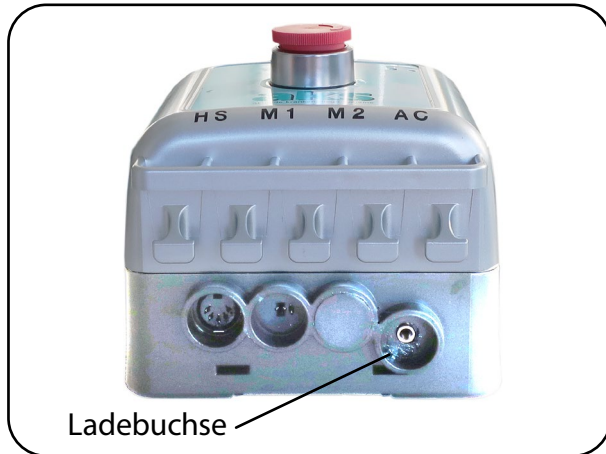
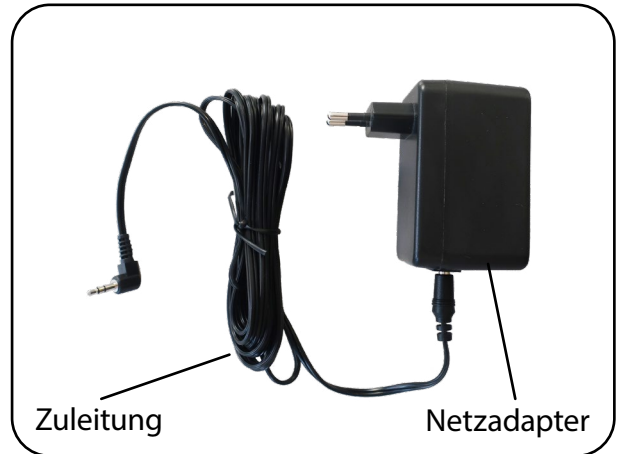

Abb. 8.7.05 – Unterseite der Steuereinheit
Abb. 8.7.06 – Netzadapter mit Zuleitung
Das Akkupack kann ausschließlich mit dem mitgelieferten Netzadapter (Abb. 8.7.06) entweder direkt auf der Steuereinheit oder mit der als Zubehör lieferbaren Wandladestation (siehe Kapitel **Zubehör/Kombination**) geladen werden. Die Ladebuchse, an der die kurze Zuleitung (ebenfalls mit Ladebuchse) angeschlossen ist, befindet sich an der Unterseite der Steuereinheit (Abb. 8.7.05).
Stecken Sie den Netzadapter nur in hängender Position in die Netzsteckdose (Abb. 8.7.06). Damit ist sichergestellt, dass die Zuleitung nicht abgeknickt wird.
2. Verbinden Sie den Netzadapter durch die Zuleitung (Abb. 8.7.06) mit der Ladebuchse an der Steuereinheit (Abb. 8.7.07).